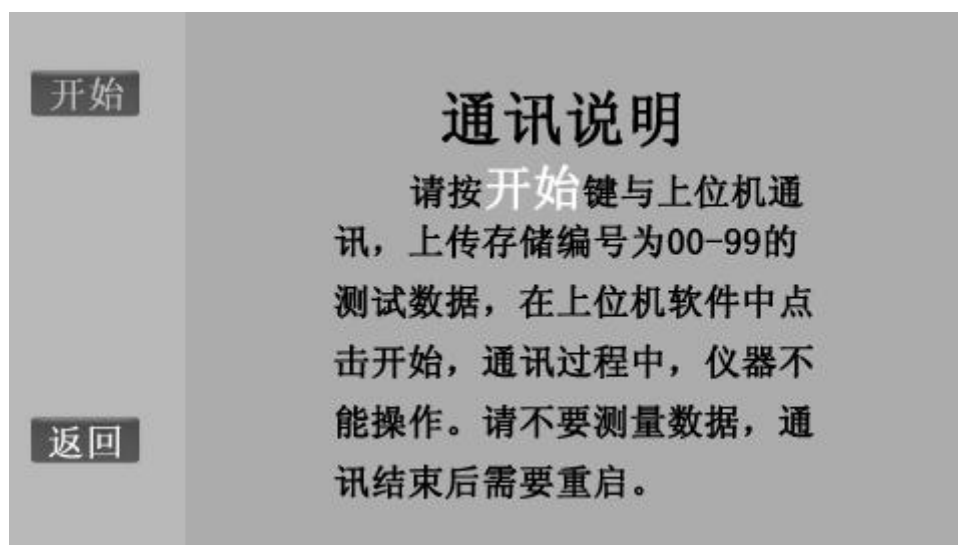

图 11 通讯
单击“通讯”按键即可进入“通讯”界面，“通讯”界面如图 11 所示。
(2) 使用随机配置的串口数据线或 USB 数据线将计算机和仪器连接起来。仪器开机，进入通讯界面，如图 11 所示。
(3) 点击“通信连接”按钮，计算机与仪器进行联机，此时有以下两种情况：